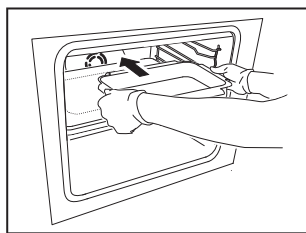

Fig. 4
1. Gebruik beide handen om de schaal op de inductieplaat te zetten (Fig. 4).